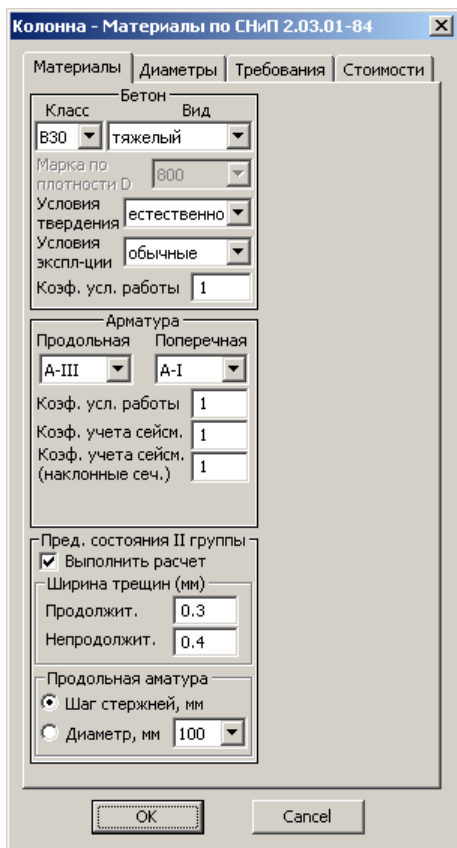

Рис.5.2.1. Окно диалога **Колонна – Материалы по СНиП 2.03.01-84** (закладка **Материалы**) для колонны Км 2_1
- В открывшемся окне диалога **Колонна – Материалы по СНиП 2.03.01-84** на закладке **Материалы** (рис. 5.2.1) проанализируйте данные: